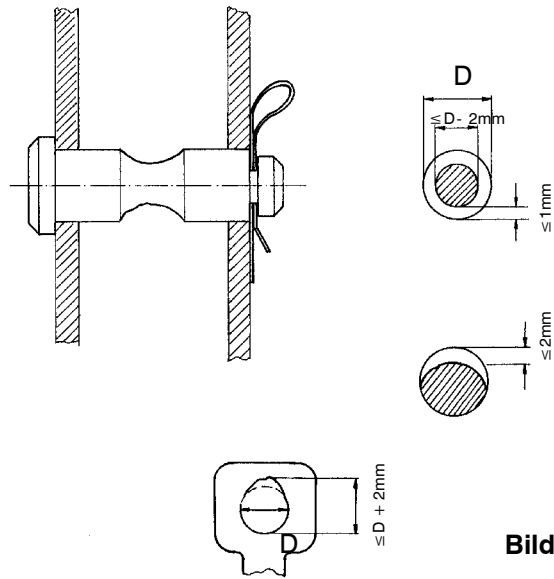

Bild 169
- Zustand der Hakenbolzen (Abnutzungsgrenzwert beachten!) (**Bild 169**)
- bei Hebezeugen mit Ösenanschluss: Zustand des Hakenbolzens (Abnutzungsgrenzwert beachten!) (**Bild 169**)
- Clipse und Bolzen der Abstandhalter (**Bild 169**)
- bei 4-fach Fahrwerk Clipse und Bolzen der Traversen (**Bild 169**)
- bei 2-fach Fahrwerk Clipse und Bolzen der Traverse (**Bild 169**)
- Zustand der Bolzen (Abnutzungsgrenzwert beachten !) (**Bild 169**)